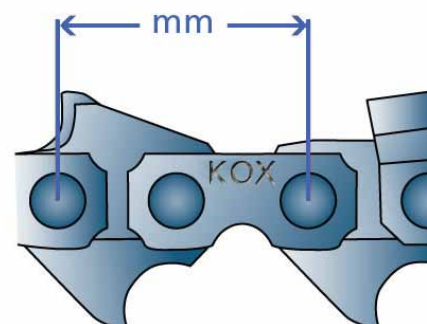

Bild 2
1. Abstand von 3 Nieten messen (Bild 2)